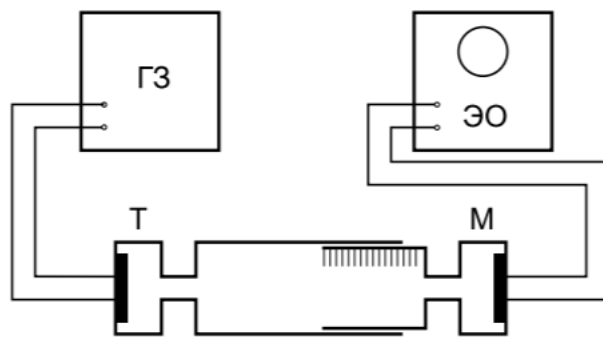

Рис. 1. Установка для измерения скорости звука при помощи раздвижной трубы
Соответственно двум методам измерения скорости звука в работе имеются две установки (рис. 1 и 2). В обеих установках звуковые колебания в трубе возбуждаются телефоном T и улавливаются микрофоном M . Мембрана телефона приводится в движение переменным током звуковой частоты; в качестве источника переменной ЭДС используется звуковой генератор ГЗ. Возникающий в микрофоне сигнал наблюдается на осциллографе ЭО.
Первая установка (рис. 1) содержит раздвижную трубу с миллиметровой шкалой. Через патрубок (на рисунке не показан) труба может наполняться воздухом или углекислым газом из газгольдера. На этой установке производятся измерения γ для воздуха и для CO_2 .
3. Измерения на первой установке (рис. 1):